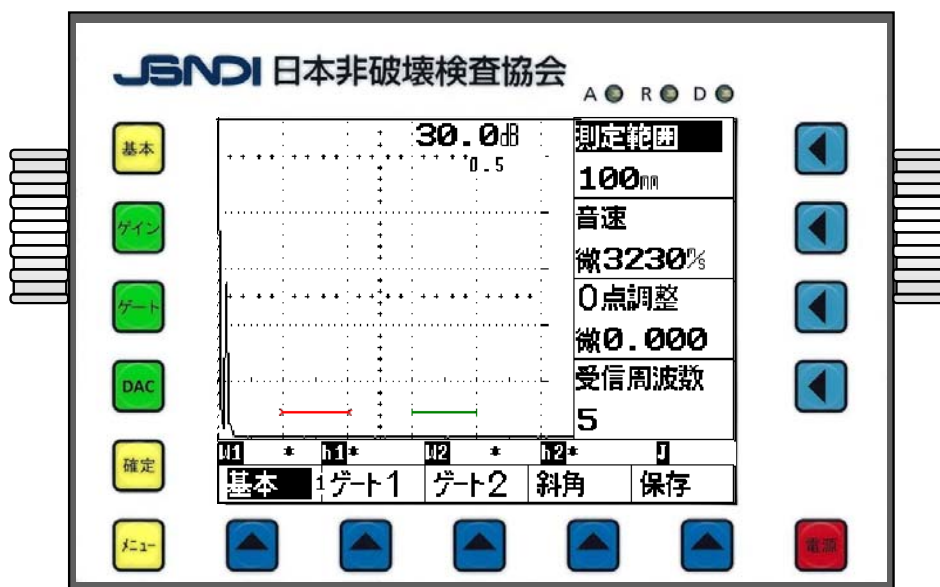

図1 初期画面
○初期画面は、図1に示すとおりで、画面上部にゲイン値と小さくゲインの変化量（ピッチ）が表示され、右側に測定範囲、音速、0点調整、受信周波数が表示されている。初期化直後には、測定範囲は100mm、音速は3230m/sである。ゲート1の起点は20mmで幅が20mm、ゲート2は起点が60mmで幅が20mm、ゲート高さはいずれも10%になっている。
キーをもう一度押しと“微”の文字が数値の前に表示されて、数値を細かく変更させる事ができる。（例：図1の音速の3230m/sの前にある文字）
○途中で操作が分からなくなった場合、 キーを押すと図1の初期画面と同じ構成の表示になる。
- ①初期画面では、図1のように、ゲート1（赤色）とゲート2（緑色）が表示されている。